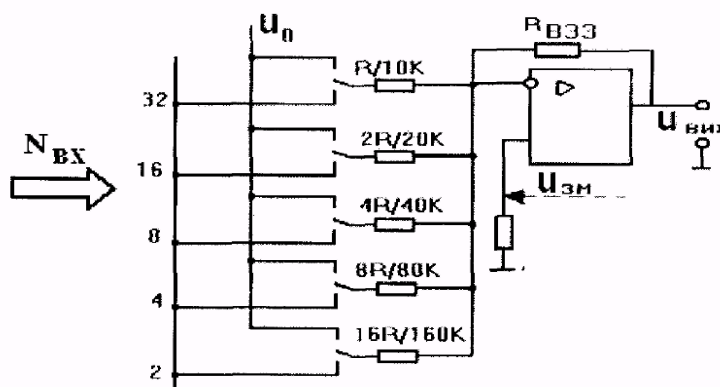

Рис. 5.1. ЦАП з додаванням струмів і ключами напруги
2) залишковий опір ключів впливає на точність схеми так само, як і в схемі рис.5.1.